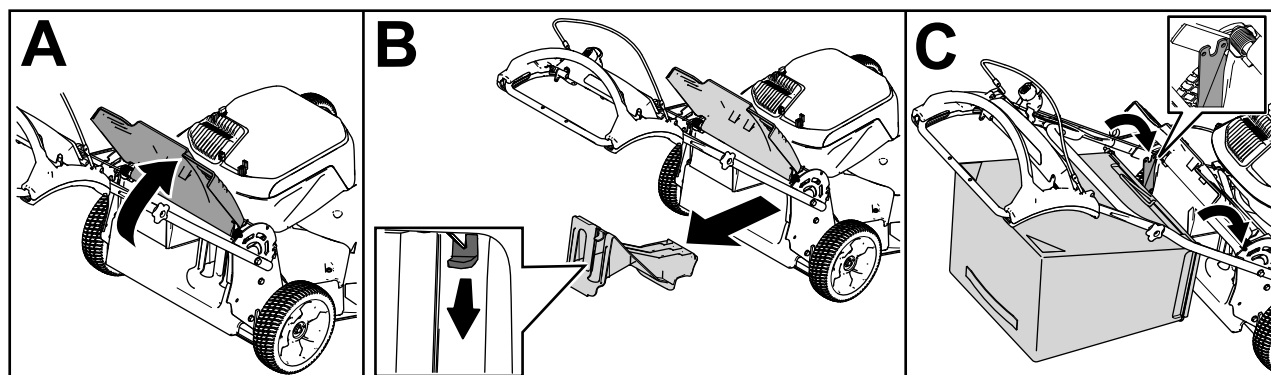

Figura 18
1. Faça subir e mantenha elevado o defletor traseiro (A da Figura 18).
2. Retire o bujão de descarga traseira empurrando o trinco para baixo com o polegar e retirando o bujão da máquina (B da Figura 18).
3. Instale a barra do saco nas ranhuras na base do manípulo e abane o saco para a frente e para trás para assegurar que a barra está encaixada na parte inferior de ambas as ranhuras (C da Figura 18).